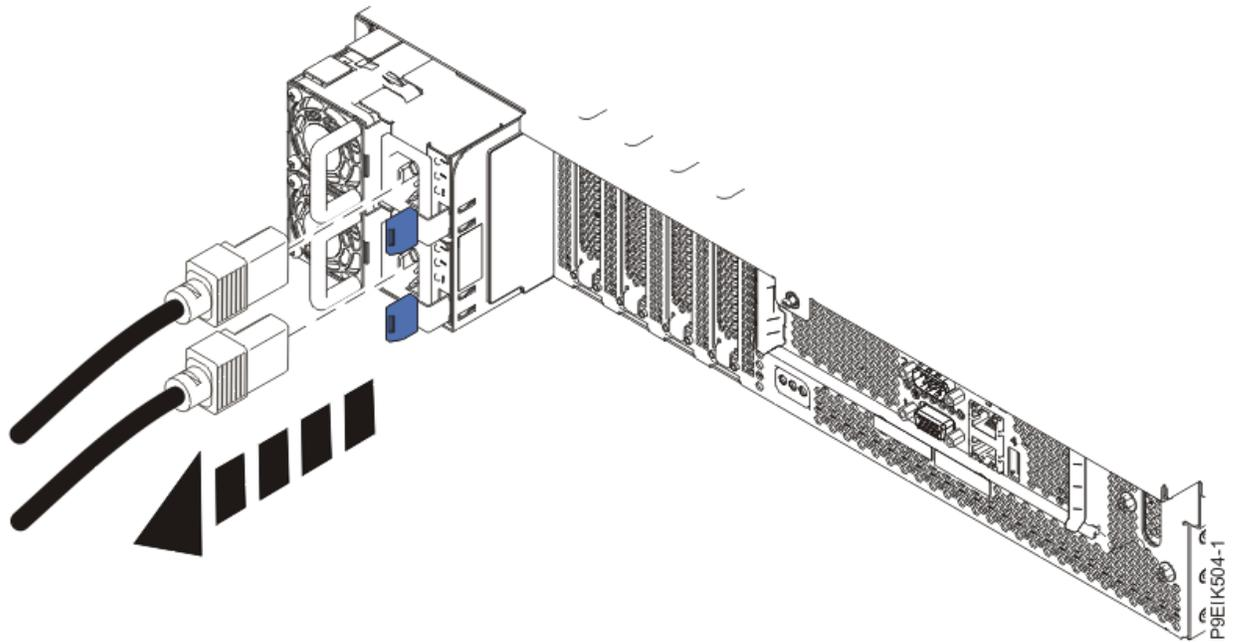

Figura 70. Remover os cabos de alimentação do sistema
4. Desligue os cabos de alimentação da unidade do sistema, como indicado em Figura 70 na página 111.